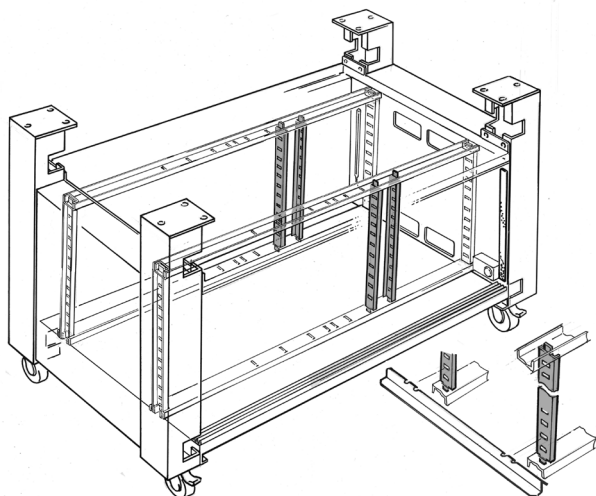

Bild. 2
2. Montera gejder stolpar och gejdrar enligt bild 2. Den unika designen gör att både bredden och höjden är justerbar och anpassas just för dina behov.